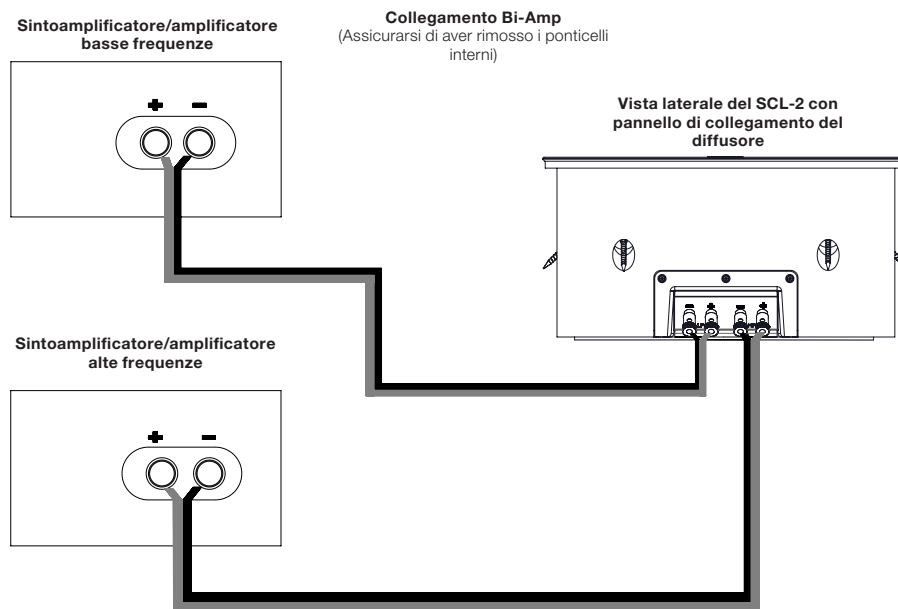

Figura 9
3. Collegare la coppia contrassegnata con "HF" all'ingresso "HF" dell'altoparlante e la coppia contrassegnata con "LF" all'ingresso "LF". (Figura 9)